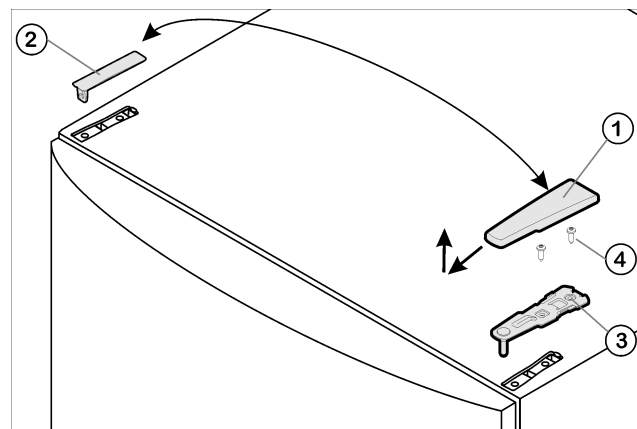

Fig. 5
- ▶ Retire hacia delante y hacia arriba la cubierta Fig. 5 (1).
- ▶ Desmonte la cubierta Fig. 5 (2).
- ▶ Desatornille el soporte de cojinete superior Fig. 5 (3)(2 Torx® 25) Fig. 5 (4) y extráigalo hacia arriba.
- ▶ Inserte el soporte de cojinete superior *Fig. 5 (3)* en el nuevo lado de la bisagra y en la puerta.
- ▶ Atornille el soporte de cojinete superior (**con 4 Nm para fijarlo**) (2 Torx® 25) *Fig. 5 (4)*. Dado el caso, grabe los agujeros de tornillo o utilice un destornillador de batería.
- ▶ Coloque y encaje la cubierta *Fig. 5 (1)* y la cubierta *Fig. 5 (2)* desde fuera en el lado opuesto, respectivamente.